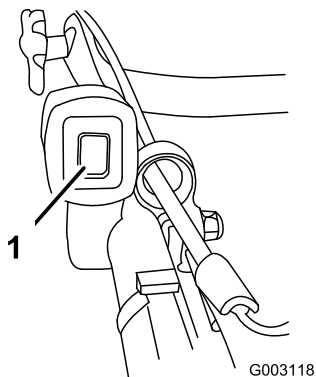

Figure 13
1. Poussez le commutateur d'allumage en position contact établi (I) (Figure 13).